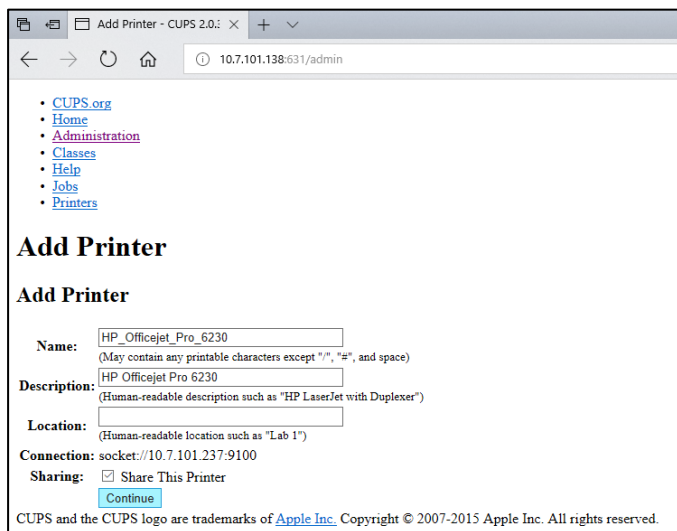

Рис. 79. Экран Add printer (Добавить принтер).
5. Выберите опцию **Share this printer** (Использовать этот принтер совместно) и нажмите **Continue** (Продолжить) (рис. 79).